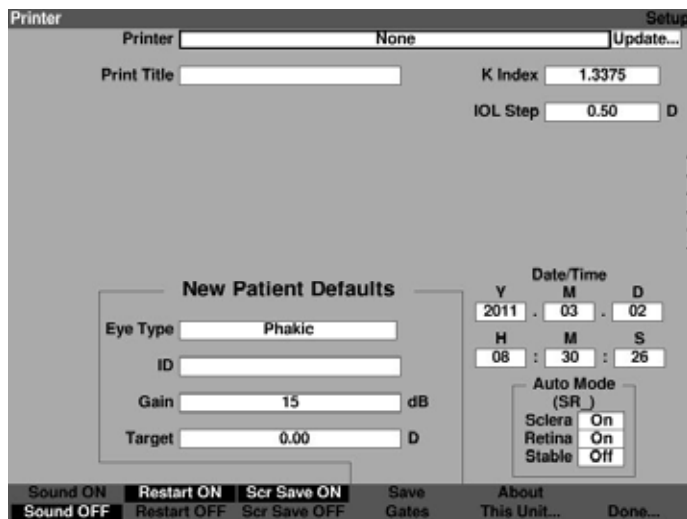

Figura 5-31 Campo da impressora selecionado
11. Dentro da tela de Configuração, gire o botão e selecione a impressora, indicado pela borda sólida em preto conforme mostrado na Figura 5-31.